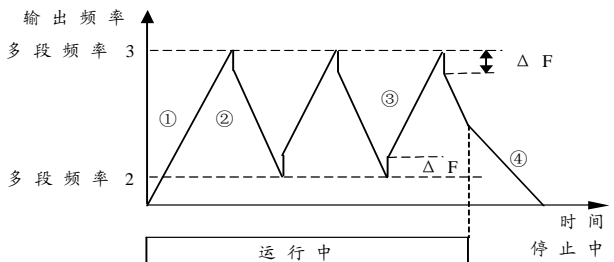

图 6-25 扰动运行
F700=5，为摆平运行，这指以预先设定的加减速时间使设定频率按一定规律周期性地变化。对于那些根据筒管的前后直径不同来让转速变化的系统很有效。见图 6-25，图中  $\Delta F$  为多段频率 1，①为加速时间 2，②为减速时间 3，③为加速时间 3，④为减速时间 2。